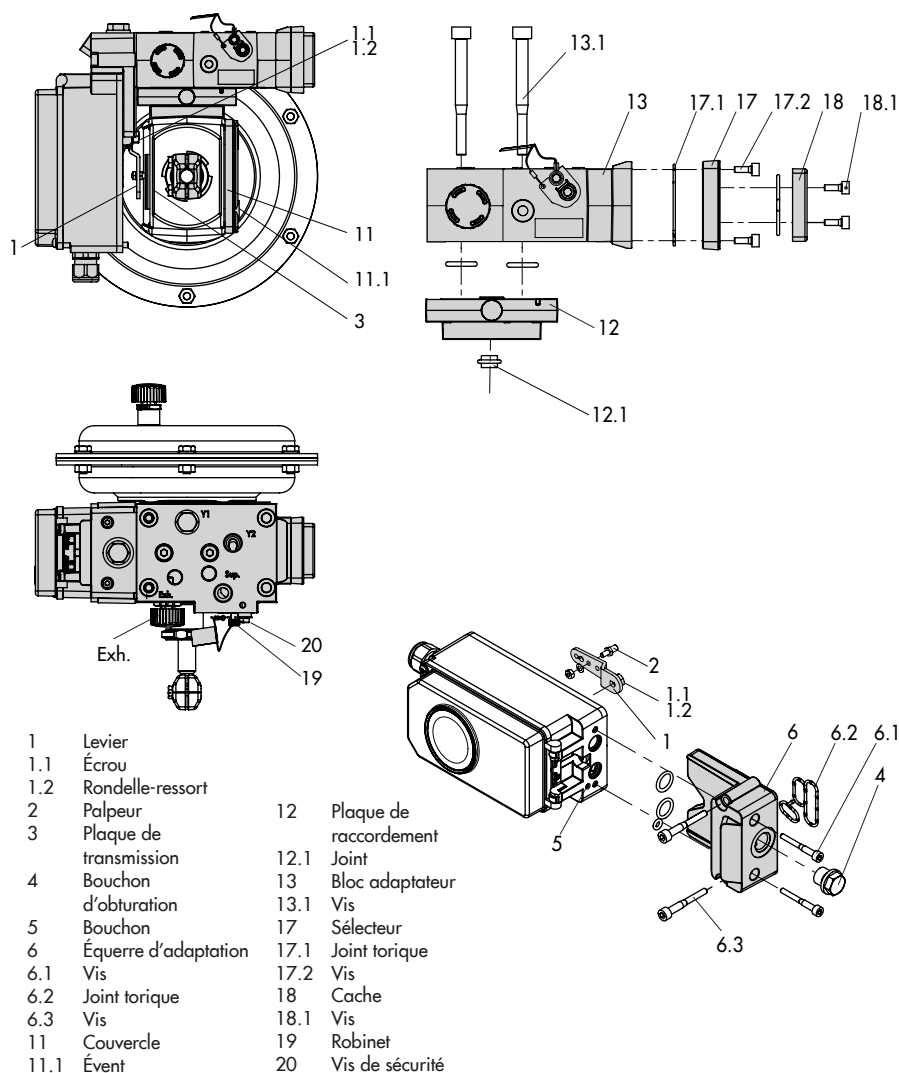

Fig. 5-12: Montage selon VDI/VDE 3847 sur servomoteur type 3277
- ➔ Voir Fig. 5-12.
### Montage sur servomoteur type 3277 (cf. Fig. 5-12)
Monter le positionneur sur l'arcade comme illustré dans la Fig. 5-12. La pression de commande, par l'intermédiaire du bloc de raccordement, est transmise au servomoteur soit par un orifice interne en version tige sort par manque d'air, soit par une conduite d'impulsion externe en version tige rentre par manque d'a.